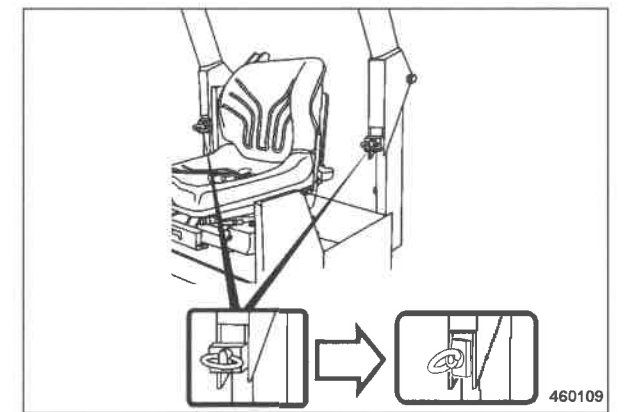

Fig. 84
- Allentare i golfari (Fig. 84) e porre le lamiere di serraggio in posizione verticale.